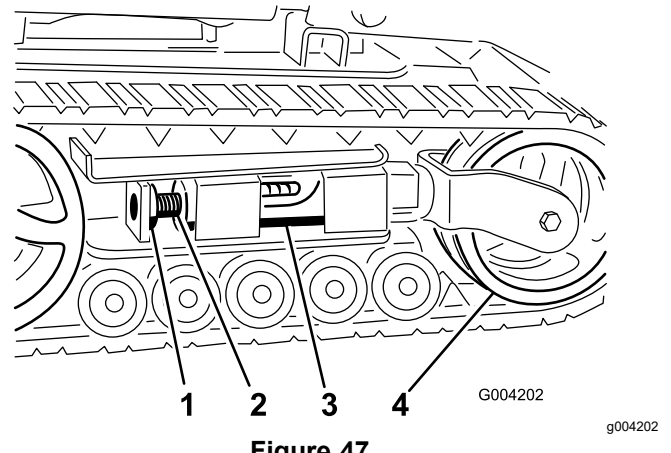
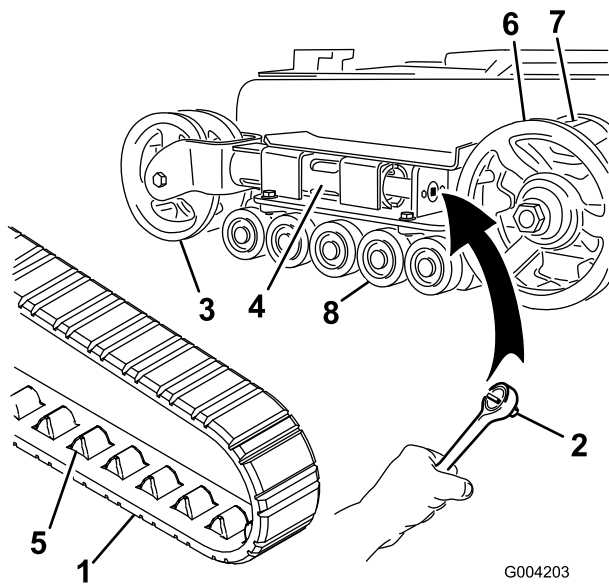

Figure 47
Figure 48
4. Enlevez le boulon et l'écrou de blocage (Figure 47).
6. Alignez l'encoche la plus proche dans la vis de tension avec le trou du boulon de blocage, et fixez la vis avec le boulon et l'écrou de blocage (Figure 47).
**Remarque:** Les chenilles sont de type étroit si les roues de tension avant sont montées à l'intérieur d'une chape au bout du tube de tension (Figure 48).
5. À l'aide d'une clé à cliquet de ½ pouce, tournez la vis de tension dans le sens horaire pour détendre la transmission (Figure 47 et Figure 48).
6. Poussez la roue de tension vers l'arrière de la machine pour appuyer le tube de tension contre le cadre (Figure 48).
8. Lorsque la chenille est déchaussée, retirez-la du pignon d'entraînement et des galets de roulement (Figure 48).
9. Pour installer la chenille neuve, commencez par l'enrouler autour du pignon, en veillant à ce que les crampons s'engagent correctement entre les dents du pignon (Figure 48).
10. Poussez la chenille sous et entre les galets de roulement (Figure 48).
5. À l'aide d'une clé à cliquet de 1/2 pouce, tournez la vis de tension dans le sens horaire pour détendre la transmission (Figure 47 et Figure 49).
6. Placez le chapeau de galet de roulement sur la tête du boulon (Figure 48).
7. Fixez le chapeau avec le circlip (Figure 48).